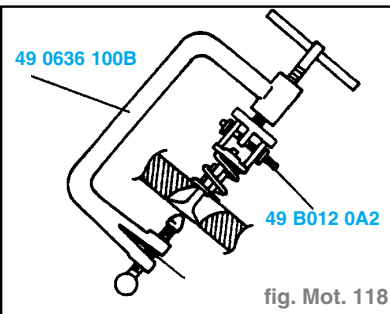

fig. Mot. 118
- Déposer la coupelle d'appui à l'aide des outils SST. (fig. Mot. 118)
- Reposer la coupelle d'appui à l'aide des outils **SST**. (fig. Mot. 118)